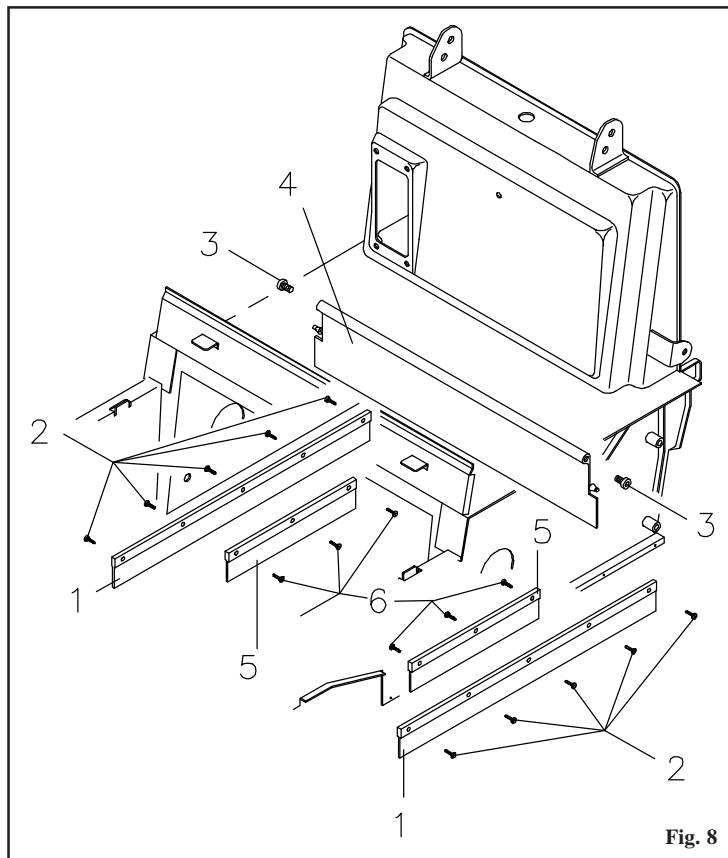

Fig. 8
Para sustituir los flap laterales **pos. 1 Fig. 8** quitar las ruedas posteriores y los relativos cárter laterales. Desatornillar los tornillos que fijan los flap al armazón **pos. 2 Fig. 8** y sustituirlos con los nuevos.
Para sustituir los flap laterales internos **pos. 5 Fig. 8** elevar la parte anterior de la máquina y desatornillar los tornillos **pos. 6 Fig. 8** que fijan los flap al armazón. Sustituirlos con los nuevos.
- Desatornillar los dos pernos de fijación flap **pos. 3 Fig. 8** colocados a los lados del armazón.
- Agarrar y tirar el flap **pos. 4 Fig. 8** hacia el exterior de la máquina.